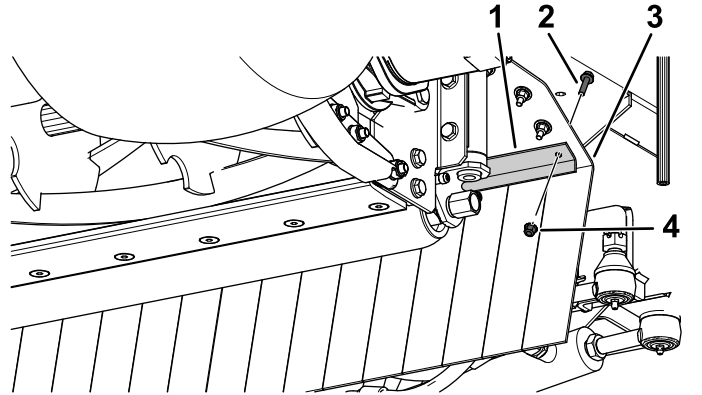

**Bild 8**
1. Befestigen Sie das breite Ablenkblech mit acht Bundkopfschrauben (6 x 25 mm), acht Unterlegscheiben und acht Sicherungsmuttern (6 mm) an den linken und rechten Schmutzfängerhalterung, wie in Bild 8 dargestellt.